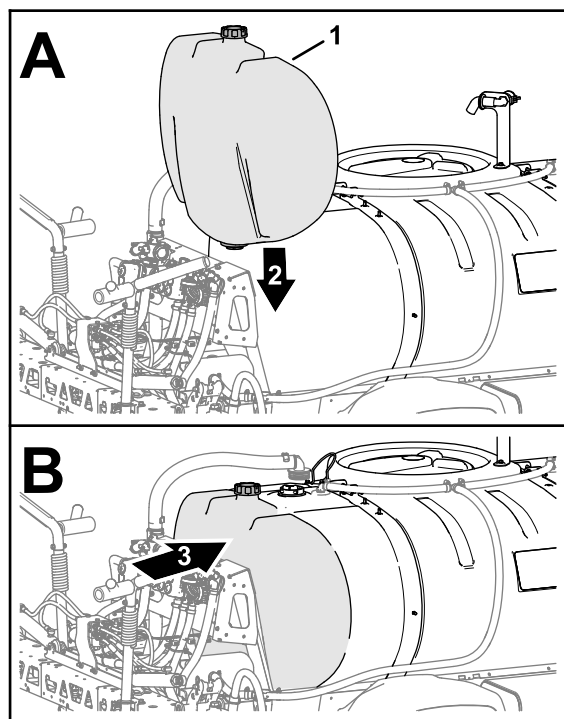

Figura 12
4. Si la máquina dispone del kit de depósito de enjuague opcional instalado, alinee el depósito con la máquina, tal y como se muestra en la figura (Figura 12).